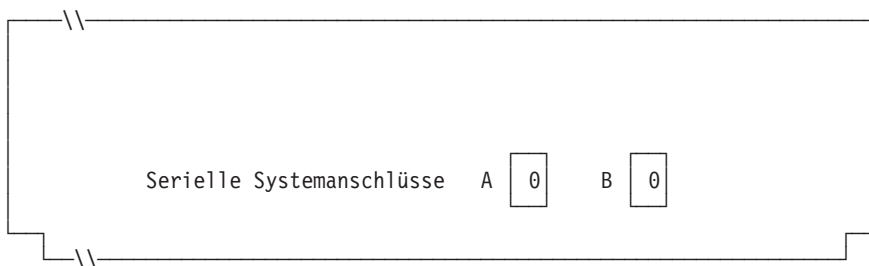

Abbildung 86. Rechte Seite der Rückseite einer Datenkasse IBM 4693-2x2
4. Wird ein asynchroner Anschluss durch die Kassenanwendungen benutzt, in Abb. 86 die Anschlussnummer eintragen. Eine Null (0) eintragen, wenn die Datenkasse einen Anschluss nicht benutzt. Gültige Anschlussnummern sind 1, 2, 3 und 4.